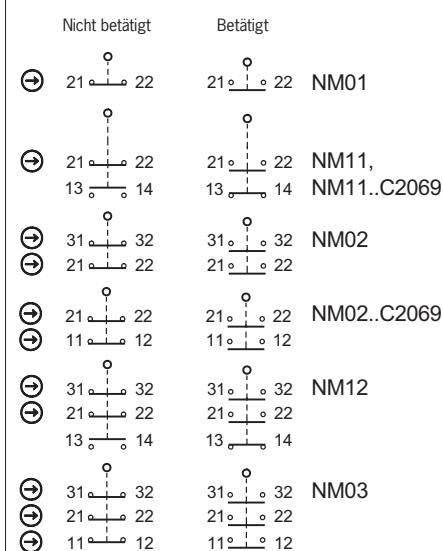

Bild 7: Schaltelemente und Schaltfunktionen
Es muss mindestens ein Kontakt (⊖) verwendet werden. Dieser signalisiert die Stellung der Schutzeinrichtung (Kontaktbelegung siehe Bild 7).
3. Anschließen und Klemmen mit 0,5 Nm anziehen (Kontaktbelegung siehe Bild 7).